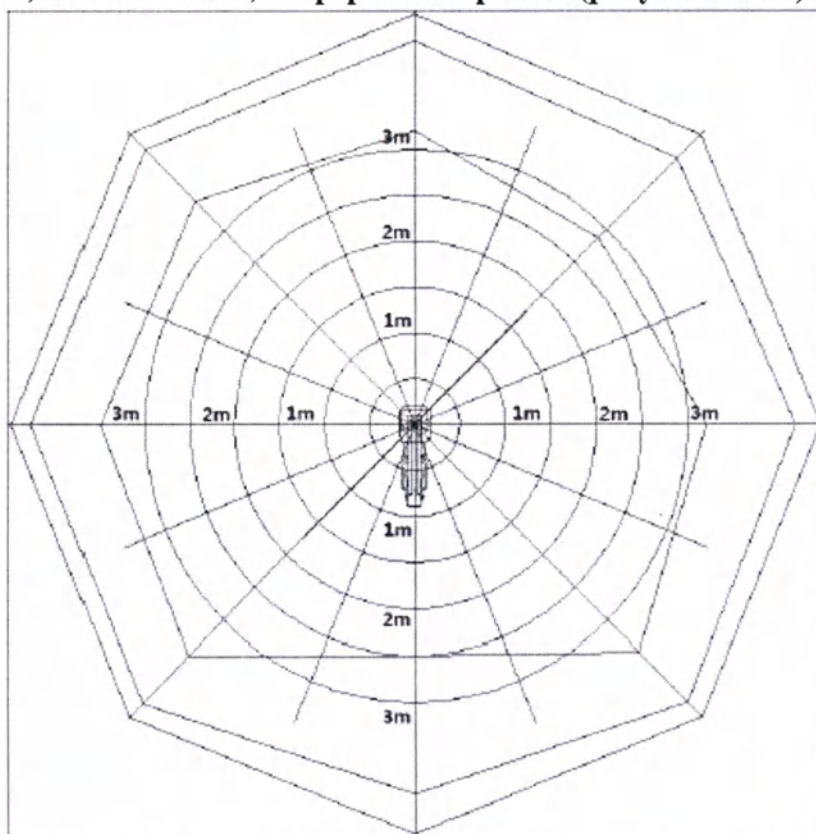

Рисунок 14.3.3
7.3.3 Карта кермы ИСО для рентгеновского луча в горизонтального направлении на малом фокусе 1,5м 120 кВ 4 мА, непрерывный режим (рисунок 14.3.3)